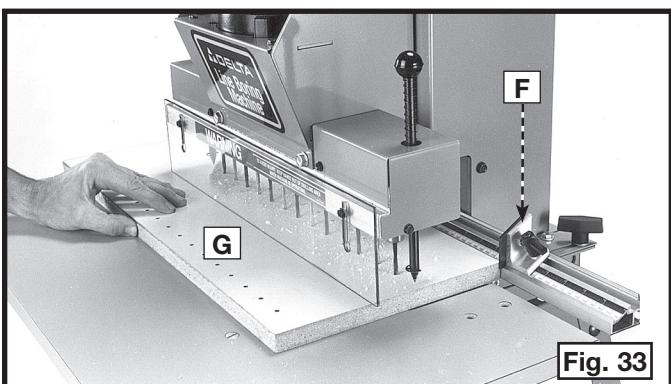

Fig. 33
2. Les 13 trous sont illustrés en figure 33, à 25,4 mm (1 po) du bord de la pièce (G).
3. Réglez le guide et la table de façon à ce que le guide soit à 101,6 mm (4 po) des mèches puis tournez la pièce à travailler (G), fig. 33, de façon à ce que le bord droit de la pièce (G) soit contre la butée droite (F). La butée gauche peut être repoussée vers l'arrière pour que la pièce soit contre la surface du guide. Percez les trous additionnels, Fig. 33.